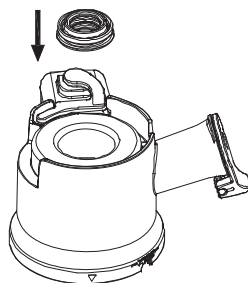

Fig 12b
- Dopo la pulizia, rimetterlo nel foro centrale. La piccola superficie scanalata deve essere rivolta verso l'alto (Fig 12b) Assicurarsi che la scanalatura dell'anello di tenuta si adatti bene alla ciotola di spremitura.